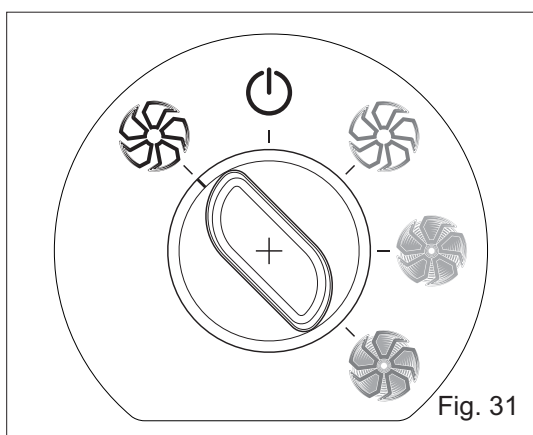

Fig. 31
- Positionner le bouton de la façon indiquée sur la figure 31.